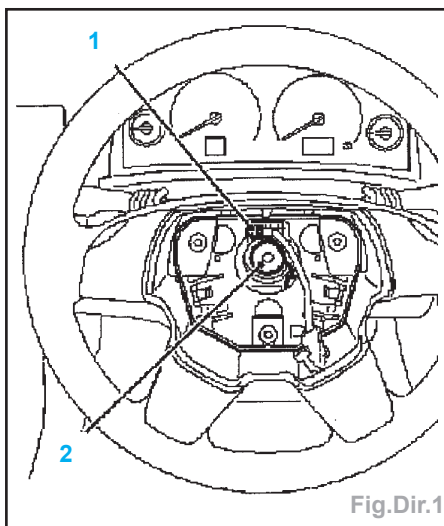

Fig.Dir.1
- Déverrouiller la fiche de faisceau de câbles (1) et la débrancher (Fig.Dir.1).
- Dévisser la vis de fixation du volant (2).